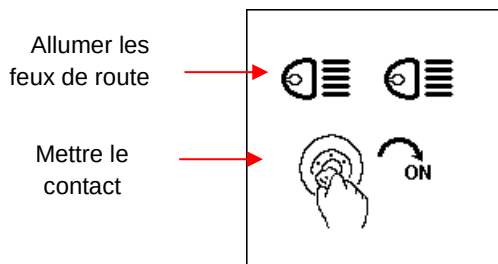
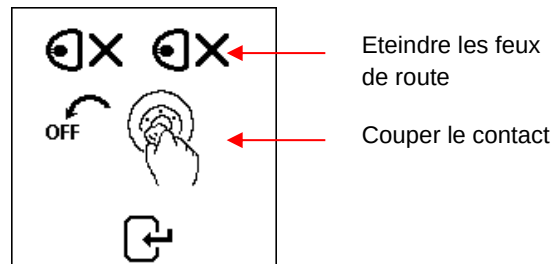

Fig.21
Fig.22
5. Si le testeur détecte que la batterie a une charge de surface, il vous demandera de mettre la clé de contact sur ON et d'allumer les phares (Fig.21) pour décharger la batterie jusqu'à ce que l'affichage suivante affiche le contact coupé et les phares OFF (Fig.22) comme affichage ci-dessous, puis appuyez  sur pour continuer.